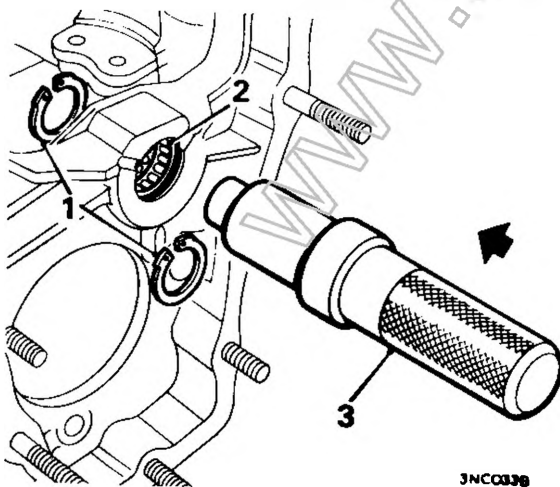

Fig. F.21
42. Estrarre il cuscinetto dell'ingranaggio intermedio con l'attrezzo 18G 1126 (senza manicotto esterno). Fig. F.21
52. Rimontare l'anello elastico interno del cuscinetto dell'ingranaggio intermedio nella scatola della trasmissione. Rimontare un nuovo cuscinetto con l'attrezzo 18G 1126 e, per ultimo, rimontare l'anello elastico esterno. Fig. F.21